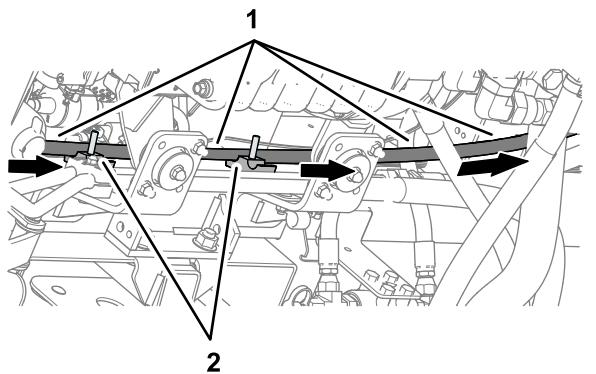

図 125
1. 油圧ポンプ ホース 10 x 2921 mm (EHI ステアリングバルブポートPT)を、上部のチューブクランプ半分の上部の溝に 45°継手で配管します(図 125)。